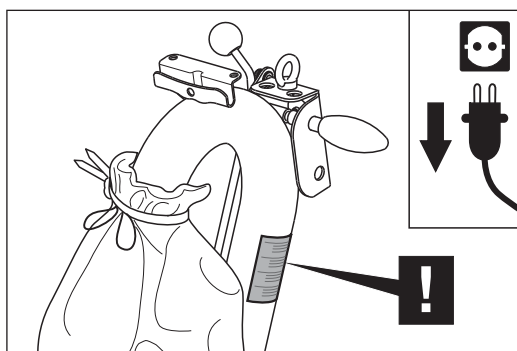

Abb. 35 Den Warnhinweis am Führungsröhr beachten!
- Beachten Sie den Warnhinweis am Führungsröhr (Abb. 35)!